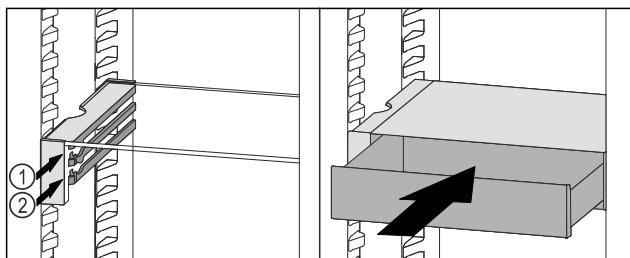

Fig. 136
- Поставете чекмеджето на VarioSafe зад ограничителите върху желаното ребро Fig. 136 (1) или Fig. 136 (2).